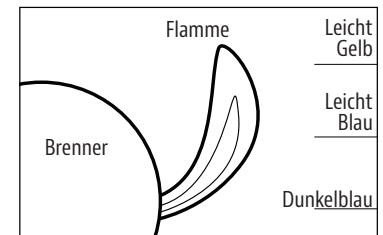

ABB. 3
- Beobachten Sie nach dem Anzünden die Brennerflamme. Stellen Sie sicher, dass alle Brennerlöcher angezündet sind und die Flammenhöhe der Abbildung entspricht. **Abb. 3.**